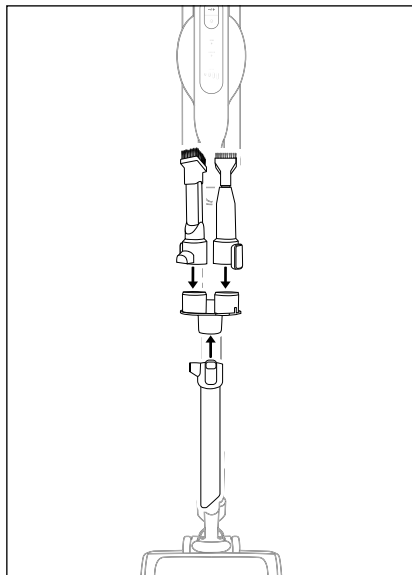

Bild 17
- ♦ Ta av det tillbehör som sitter på dammsugaren och sätt det i hållaren **17** (se bild 17).